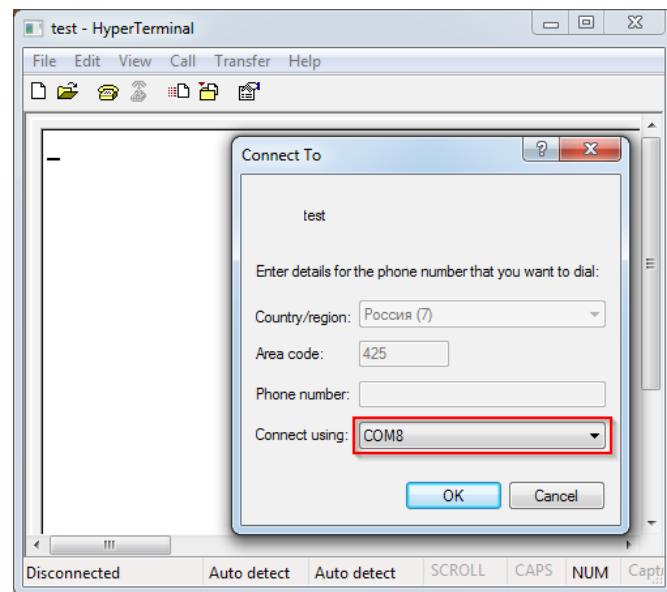

Рис.25. HyperTerminal. Выбор СОМ-порта.
3. Выберите номер СОМ-порта, к которому подключён модем, и нажмите “OK” (Рис.25).